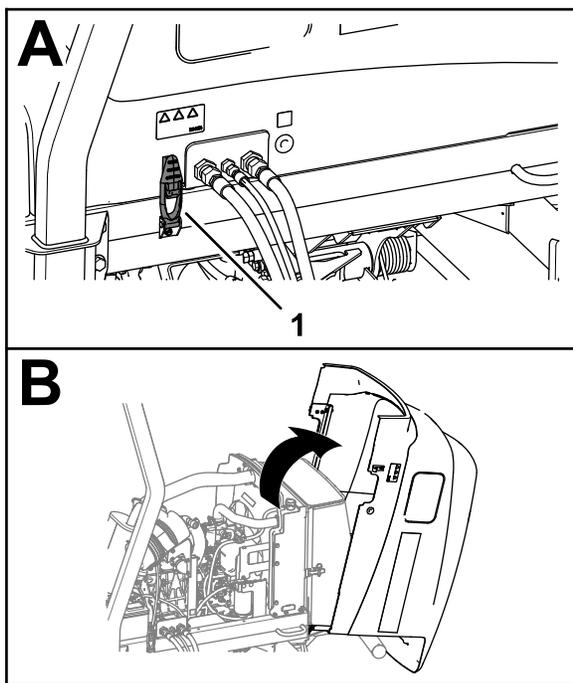

Figura 60
1. Solte os dois trincos do capot (Figura 60).